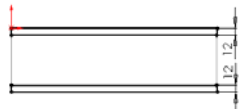
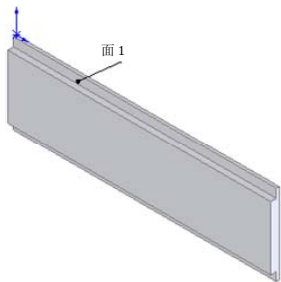

图 10-4 标注的草图
图 10-5 拉伸切除后的图形
3) 单击[草图]控制面板中的[智能尺寸]按钮,标注上一步绘制草图的尺寸,结果如图 10-4 所示。
**④** 拉伸切除实体。
2) 在[深度]  一栏中输入值 8, 然后单击  按钮, 结果如图 10-5 所示。
1) 单击图 10-5 中的表面 1, 然后单击[视图(前导)]工具栏的[视图定向]中的[正视图] [正视图]按钮, 将该表面作为绘制图形的基准面。